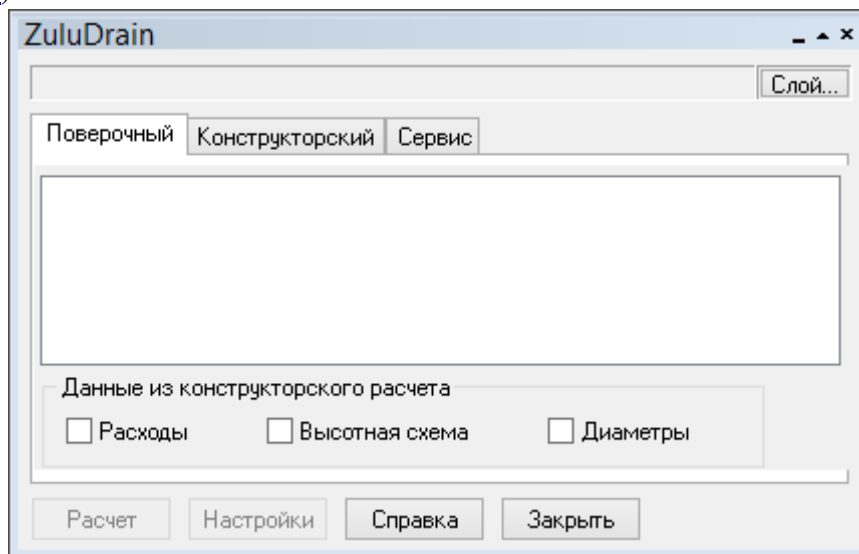

Рисунок 67. Панель расчетов
1. Выполните команду главного меню Задачи/ZuluDrain или нажмите кнопку  на панели инструментов. На экране появится панель расчетов (Рисунок 67, «Панель расчетов»).